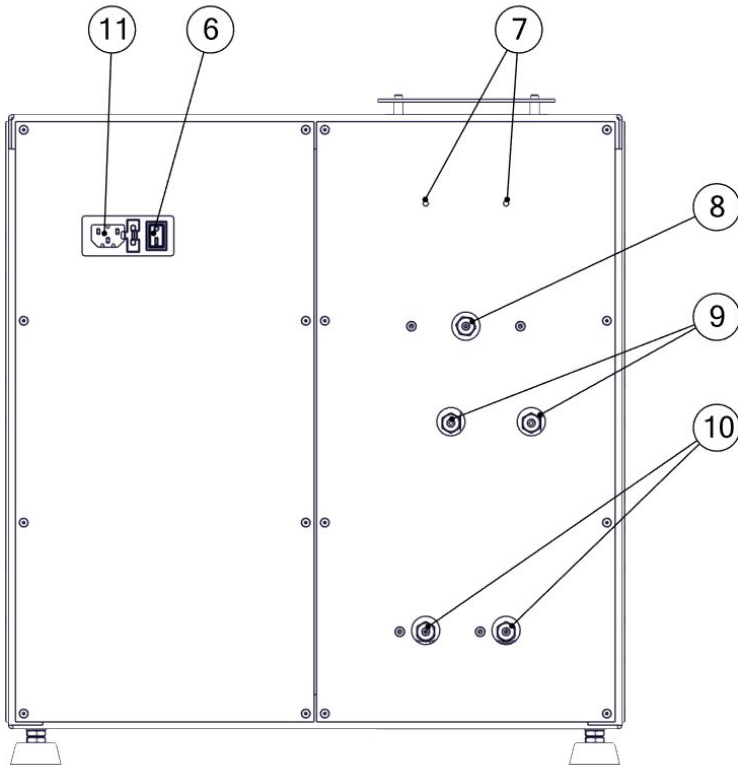

Figura 7-3 – Vista Trasera
1. Apague el Resistómetro de Tracción en Húmedo girando el interruptor balancín ubicado en la parte posterior de la máquina (Figura 7-3, Ítem 6) a la posición APAGADO.
5. Quite las tapas cobertoras plásticas en ambos conectores de drenaje de aceite ubicados en la parte trasera de la máquina (Figura 7-3, Ítem 10).
12. Quite las tapas plásticas de los dos conectores de entrada de aceite ubicados en la parte posterior de la máquina (Figura 7-3, Ítem 9).
14. Reemplace las tapas plásticas en los dos conectores de entrada de aceite (Figura 7-3, Ítem 9) ubicadas en la parte posterior de la máquina.
1. Apague el Resistómetro de Tracción en Húmedo, espere algunos segundos y vuélvalo a encender girando el interruptor balancín ubicado en la parte de atrás de la máquina (Figura 7-3, Ítem 6) hacia las posiciones ENCENDIDO y APAGADO.
2. Encienda el Resistómetro de Tracción en Húmedo moviendo el interruptor balancín ubicado en la parte posterior de la máquina (Figura 7-3, Ítem 6) a la posición ENCENDIDO.